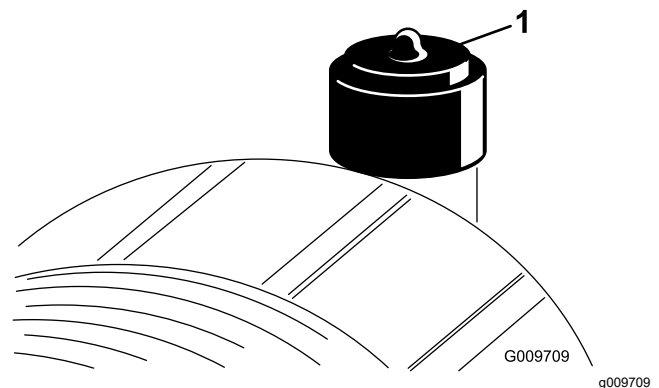

Figura 80
Effettuate la manutenzione del filtro dell'aria quando l'indicatore (Figura 80) lo richiede. Sostituendo il filtro dell'aria prima del necessario si aumenta il rischio che la morchia penetri nel motore quando si toglie il filtro.
2. Se la spia (Figura 80) è rossa, resettatela.